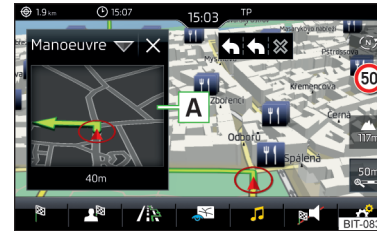

Abb. 162
Das Infotainment bietet die Möglichkeit an, im Zusatzfenster **Position** » Abb. 162 auf Seite 148 die folgenden Informationen zur aktuellen geografischen Fahrzeugposition sowie zum Satellitensignal anzuzeigen.
- › Zur **Auswahl des Inhalts** des Zusatzfensters **A** » Abb. 162 die Funktionsfläche antippen und kontextabhängig eines der folgenden Menüs wählen.